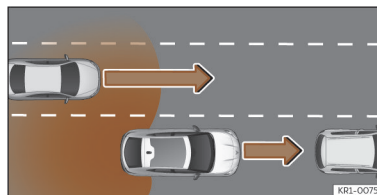

Fig. 152 Ultrapassagem com trânsito na parte traseira.
- Quando se é ultrapassado por outro veículo >>> **Fig. 152**.